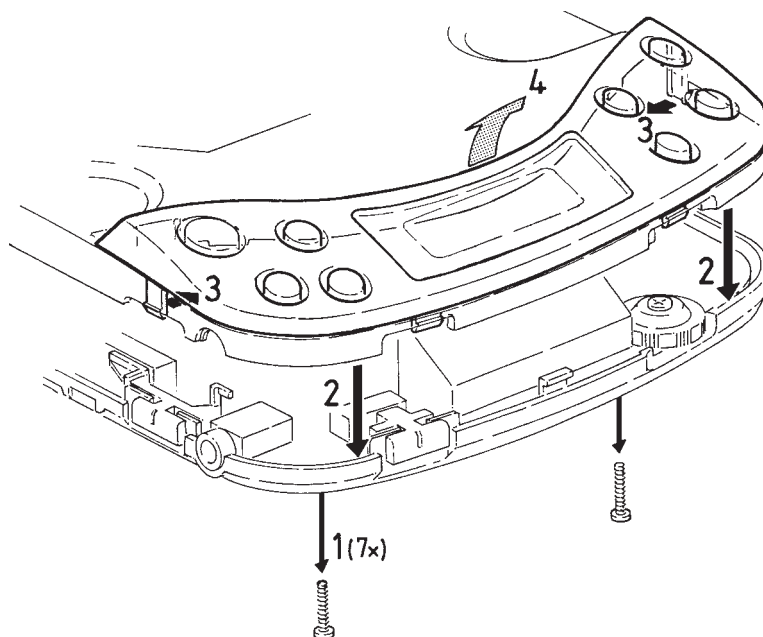

Fig. 3
2. Gehäuse entfernen (Fig. 3)
- Gehäuse abnehmen (2).
3. Frontblende entfernen (Fig. 3)
- Frontblende abnehmen (4).
2. Removing the Cabinet (Fig. 3)
- Lift the cabinet (2).
3. Removing the Frontpanel (Fig. 3)
- Loose the 5 snaps of the frontpanel (3).
- Lift the frontpanel (4).